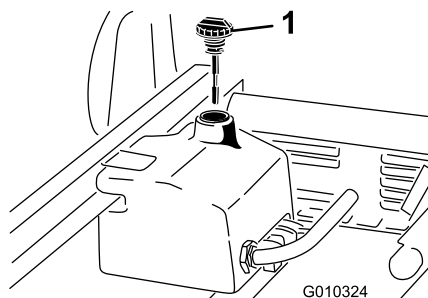

图 70
4. 清洁液压油箱加油颈和油箱盖周围的区域 (图 70)。
6. 从加油颈中取出量油尺 图 70用干净的抹布擦拭。